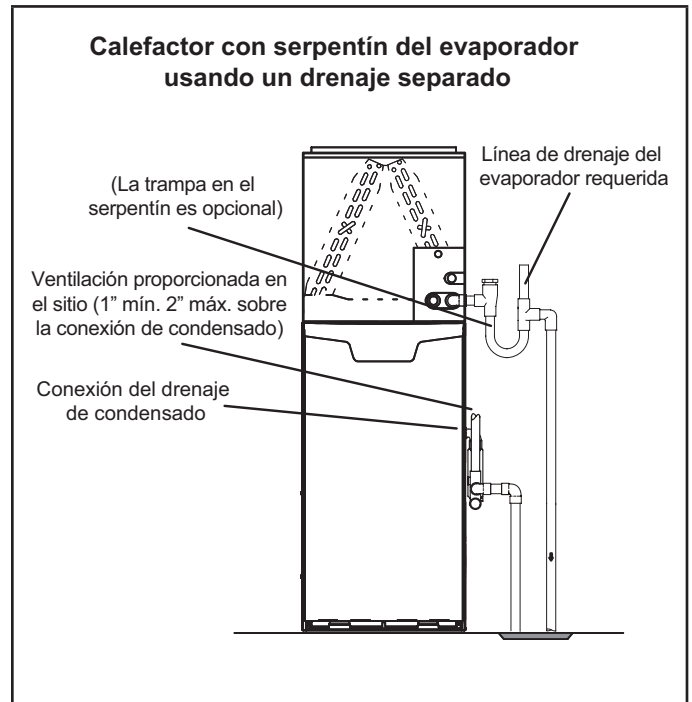
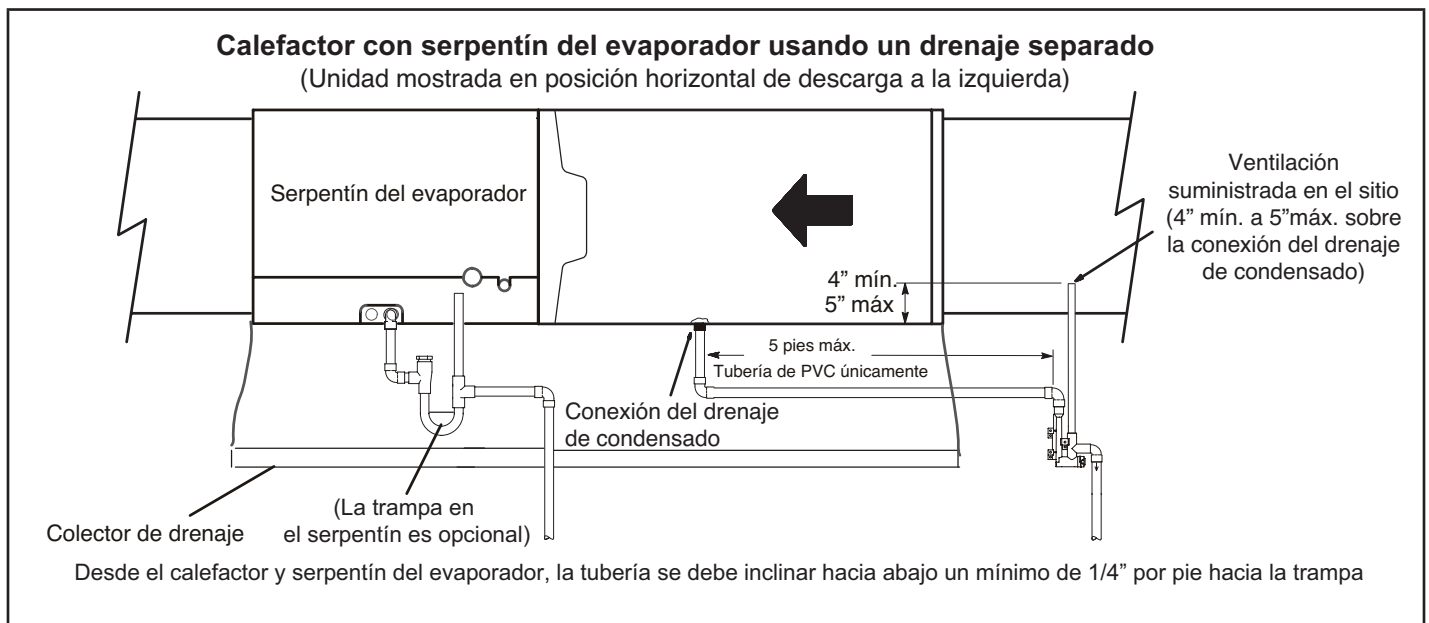
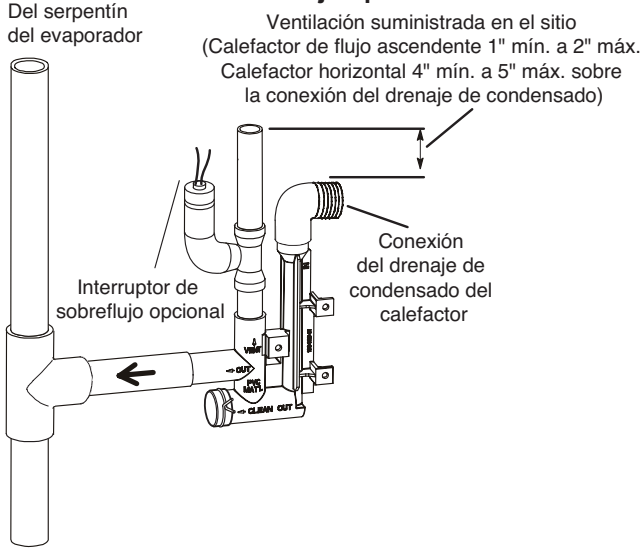
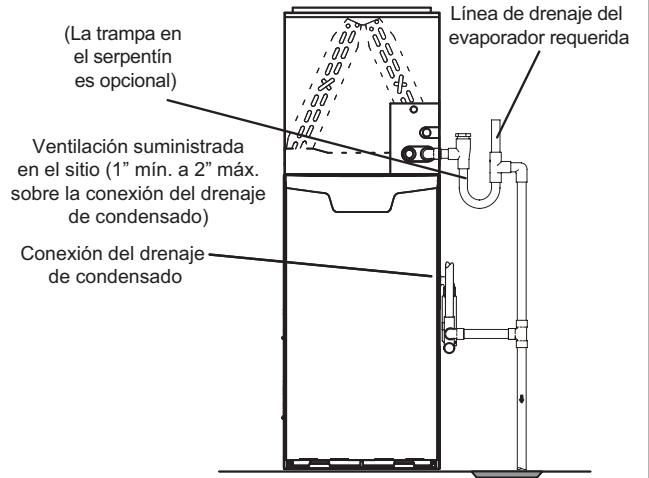

Figura 48
Figura 49
Figura 50
Figura 51
- 5 - La Figura 48 y la Figura 49 muestran el calefactor y el serpentín del evaporador usando un drenaje separado. Si es necesario, la línea de condensado del calefactor y del serpentín del evaporador se pueden drenar juntas. Ver la Figura 50, Figura 51 y Figura 52. **Calefactor de flujo ascendente** (Figura 51) - En aplicaciones del calefactor de flujo ascendente, la ventilación proporcionada en el sitio debe ser de un largo mínimo de 1" hasta un largo máximo de 2" arriba de la conexión de la salida de drenaje de condensado. Cualquier largo de más de 2" puede inundar el intercambiador de calor si la línea de drenaje primaria combinada tuviese una restricción. **Calefactor horizontal** (Figura 52) - En aplicaciones del calefactor horizontal, la ventilación proporcionada en el sitio debe ser de un largo mínimo de 4" hasta un largo máximo de 5" arriba de la conexión de la salida de drenaje de condensado. Cualquier largo de más de 5" puede inundar el intercambiador de calor si la línea de drenaje primaria combinada tuviese una restricción.